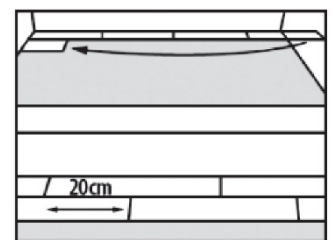

Abbildung 2
10. Die zweite Reihe mit dem abgeschnittenen Stück aus der ersten Reihe beginnen (Abbildung 2). Ist dieses Stück kürzer als 20 cm (8 in), nicht verwenden. Stattdessen mit einer neuen Diele beginnen, die mindestens 20 cm lang ist und 20 cm Abstand zwischen den Stirnseiten der benachbarten Dielen ermöglicht.